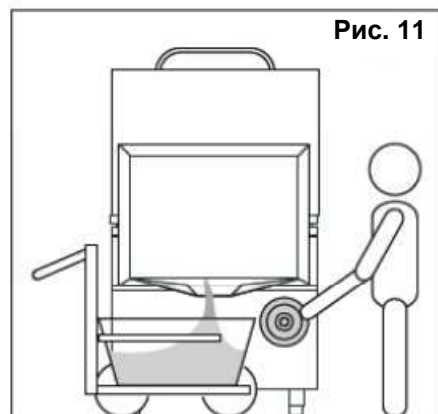

Рис. 11
- Приготовленная заранее емкость для продуктов (рис. 9A/B) должна располагаться таким образом, чтобы не препятствовать вращению маховика (рис.11);
- Встав сбоку изделия, начать поворачивать маховик (рис. 11). Готовочная камера должна начать наклоняться, давая продуктам соскользнуть в приемную емкость;